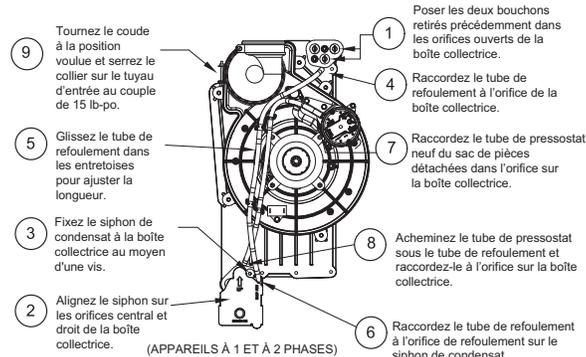

Fig. 10 – Configuration de siphon horizontal à droite (l'appareil peut varier)
Lorsque la chaudière est installée en configuration horizontale à droite, le siphon de condensat est installé initialement en usine au bas de la boîte collectrice. Consultez l'image du haut de la Fig. 10. Lorsque la chaudière est installée en configuration horizontale à gauche, le siphon de condensat est installé initialement en usine au sommet de la boîte collectrice. Consultez l'image du haut de la Fig. 11. Dans les deux cas, le siphon doit être repositionné sur la boîte collectrice pour assurer un drainage adéquat du condensat. Consultez les images inférieures des Fig. 10 et Fig. 11.
- La Fig. 10 illustre le siphon de condensat et la tuyauterie avant et après le déplacement en position horizontale à droite.